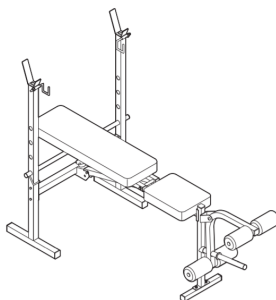

Figura 3.3: Boceto de banco de musculación
- **Banco de musculación (Figura 3.3):** Limpieza de las almohadillas de apoyo y comprobación de la estabilidad de las piezas que soportan el peso, si se pudiera observar rasgos de deterioro se procederá a la sustitución de la misma.